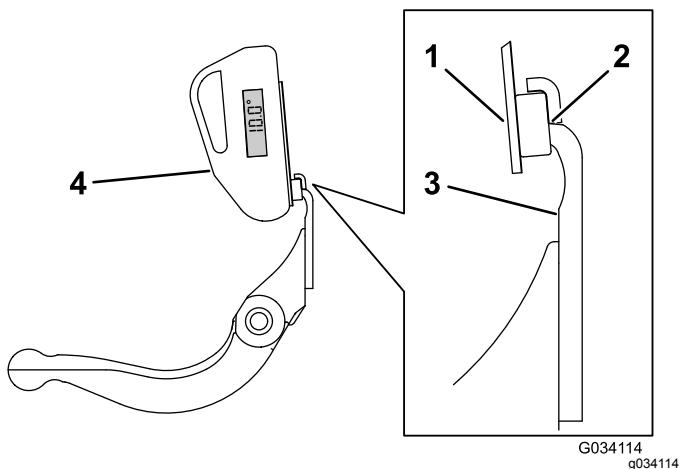

**Figura 27**
- Coloque el indicador de ángulo en el lado inferior de la contracuchilla, según se muestra en Figura 27.